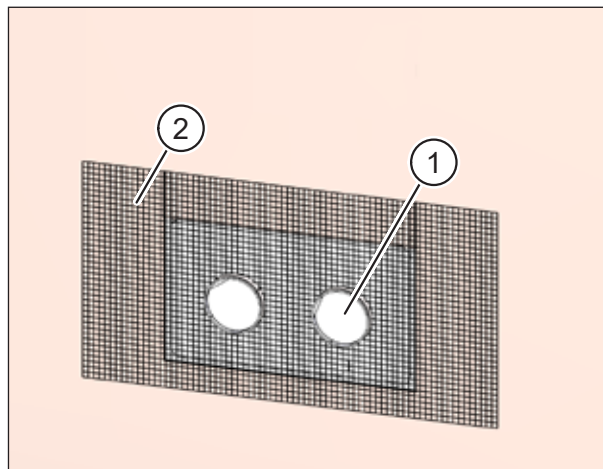
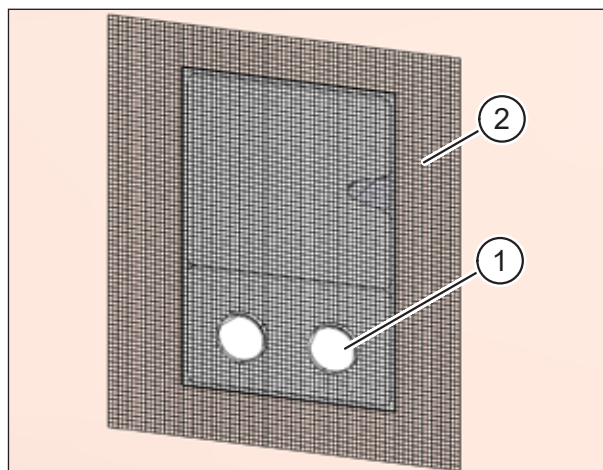

Abb. 36: Montageset **ohne** Füllstück einputzen
Abb. 37: Montageset **mit** Füllstück einputzen
- ▶ Setzen Sie die Putzschutzhülsen (Pos. 1 in Abb. 36 und Abb. 37) ein. Sie sollen soweit über die Massivwand herausragen, dass sie mit dem späteren Putzauftrag bündig abschließen. Die Putzschutzhülsen bilden die Beiputzfläche für den Außenputz.
- ▶ Bringen Sie das Putzgewebe (Pos. 2 in Abb. 36 und Abb. 37) außen auf den Mauerkasten, auf das Mauerwerk bzw. auf die Fassadendämmung an.